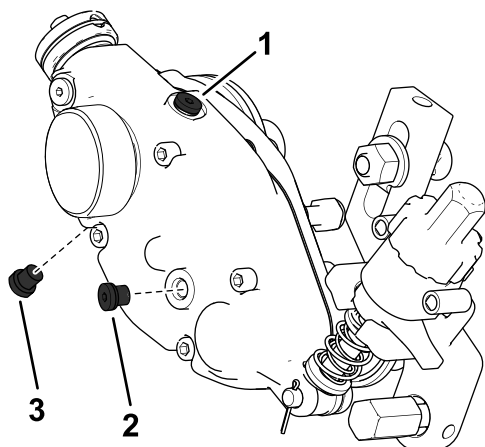

Рисунок 22
2. Снимите пробку сливного отверстия в нижней части корпуса (Рисунок 22).
3. Снимите заливную пробку в боковой части корпуса и ослабьте пробку выпуска воздуха сверху, чтобы обеспечить проход воздуха (Рисунок 22).
7. Установите пробку сливного отверстия (Рисунок 22).